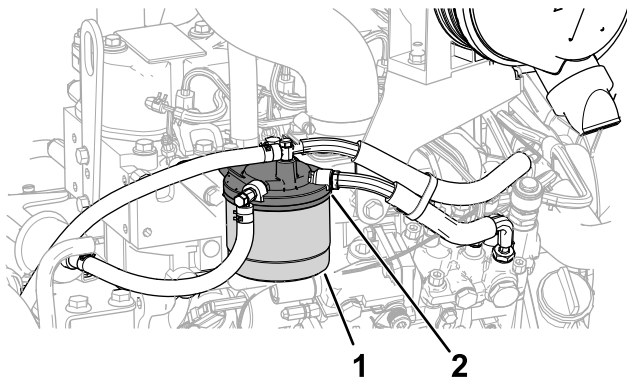

Bild 60
- Reinigen Sie den Bereich um den Kraftstofffilterkopf (Bild 60).
2. Entfernen Sie den Filter und reinigen die Kontaktfläche (Bild 60).